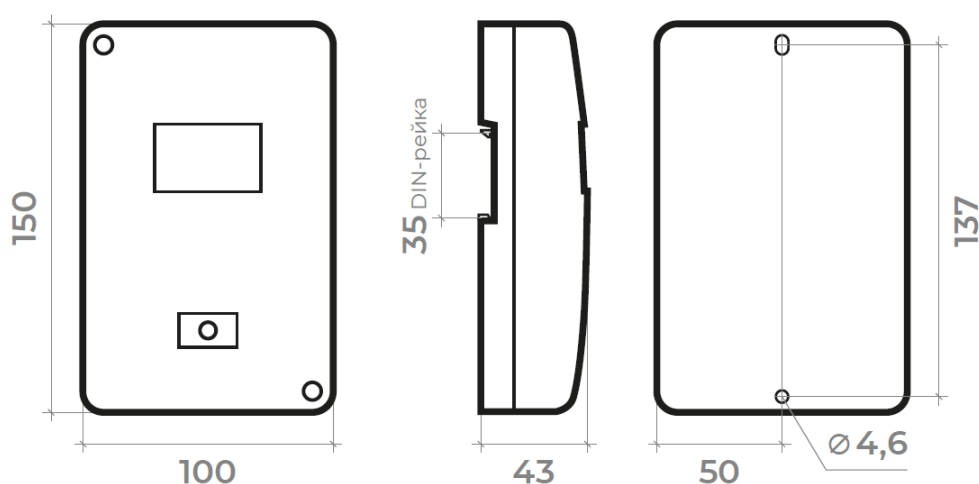

Рис.1. Габаритные и установочные размеры КУПОЛ-РДУ.
2.1.2. Габаритные и установочные размеры модуля показаны на рис.1, принципиальные схемы подключения для приводов разного типа – на рис.2 – 6.